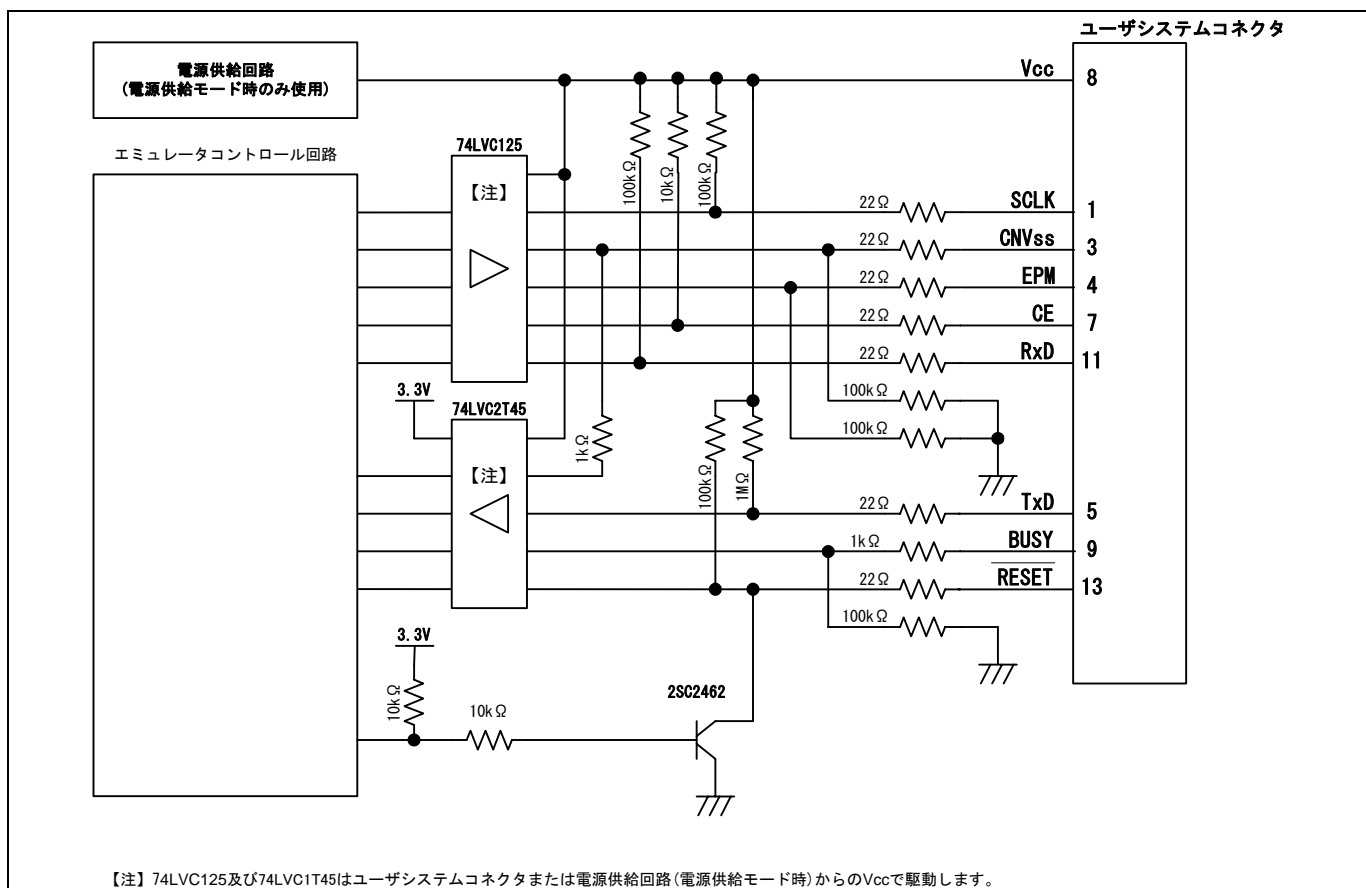

図5.8 E8a エミュレータ内インタフェース回路(参考)
E8aエミュレータ動作中にP64はHiZ状態になることがあります。そのため、抵抗値に関しては、E8aエミュレータ内部抵抗(図5.8)との分圧により、中間電位にならない値で端子処理をしてください。
E8aエミュレータ動作中にP50,P55はHiZ状態になることがあります。そのため、抵抗値に関しては、E8aエミュレータ内部抵抗(図5.8)との分圧により、中間電位にならない値で端子処理をしてください。
9. 図5.8にE8aエミュレータ内インタフェース回路を示します。プルアップ抵抗の値などを決定するときに参考にしてください。